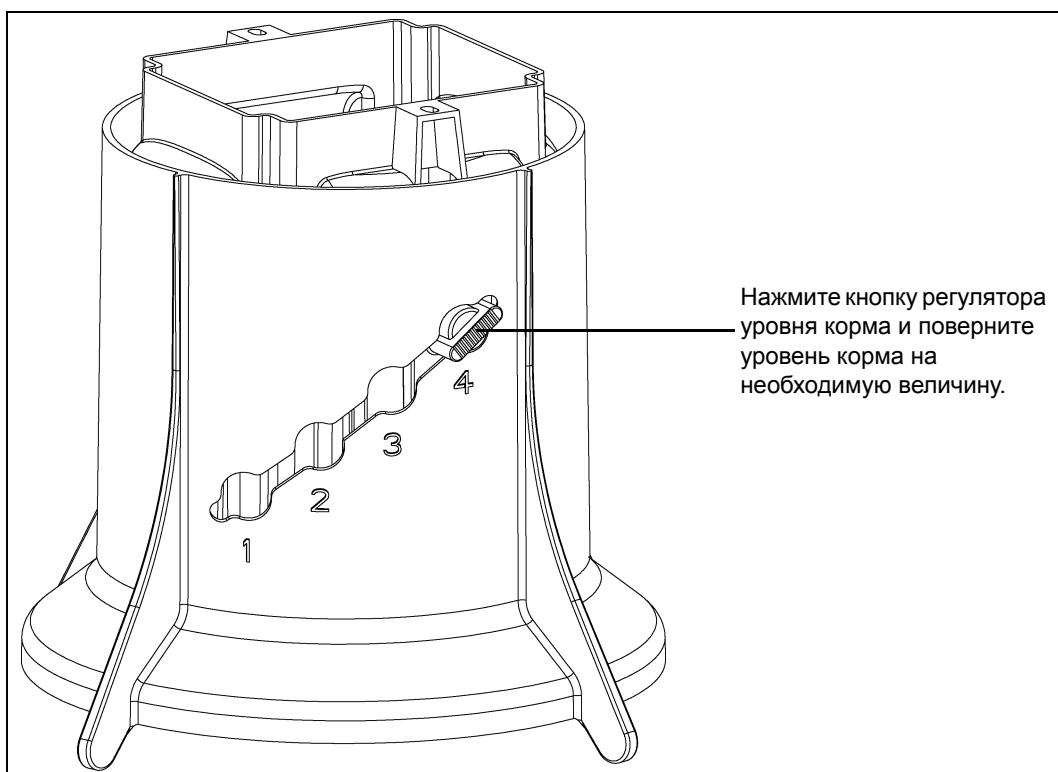

Рисунок 4I
3. Чтобы отрегулировать уровень корма, нажмите кнопку регулятора уровня корма и поверните уровень до необходимого значения, как показано на Рисунок 4I.
5. Чтобы отрегулировать уровень корма, нажмите кнопку регулятора уровня корма и поверните уровень до необходимого значения, как показано на Рисунок 4I.